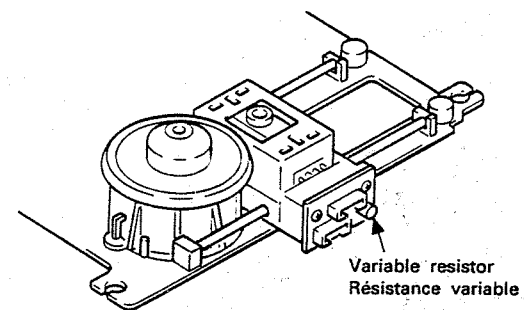

Fig. 11
**(2) Maniement du mécanisme de captage (Fig. 11)**
**(2) Handling of the pickup mechanism (Fig. 11)**